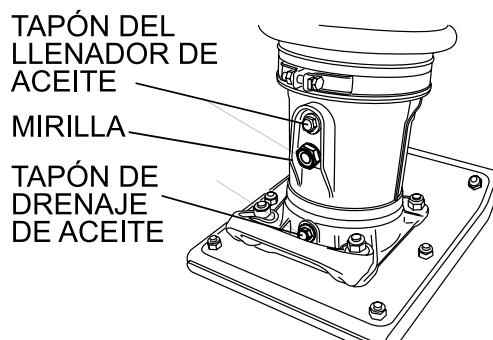

Figura 14. Tapón de drenaje de aceite
- Retire el tapón de drenaje de aceite del alojamiento del pie (Figura 14) y purgue el aceite. Rellene con aproximadamente 0,69 cuartos (0,65 litros) de aceite de motor 10W-30 SE, SF o de calidad superior. El nivel de aceite debe alcanzar la mitad de la mirilla. El aceite de rodaje debe cambiarse luego de las primeras 50 horas.